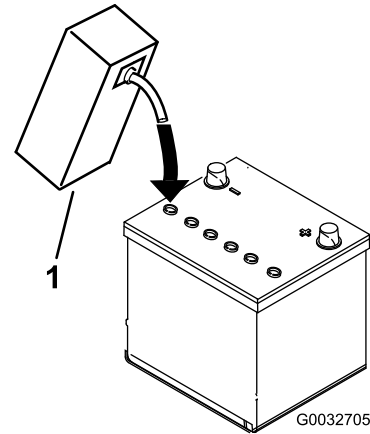

图7
3. 小心为每个电池注入电解液直到电池极板被大约 6mm 的液体覆盖图7。
4. 等待约 20 至 30 分钟以便电解液渗透到极板内。必要时加注电解液使电解液保持在加注井底部约 6mm 范围内图7。